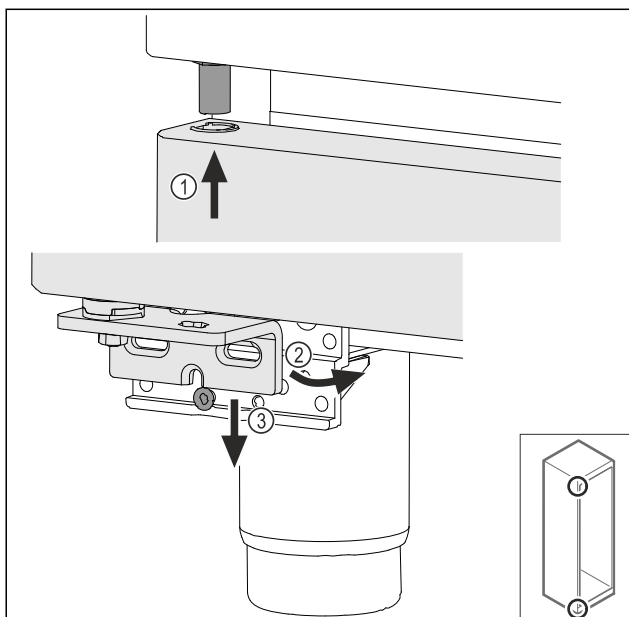

Fig. 66
- Introducir la puerta ligeramente inclinada en la parte superior Fig. 66 (1), alinear la puerta para que quede recta Fig. 66 (2) y colocarla en la parte inferior del tornillo de soporte de cojinetes Fig. 66 (3).